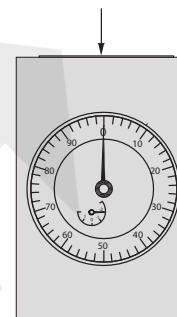

Fig.2
2. Prima dell'uso, è necessario azzerare lo strumento. Premere il piano superiore: l'ago corto indica -2 e l'ago lungo indica lo zero. In caso di leggero scostamento, ruotare la ghiera fino a quando l'ago lungo indica lo zero (fig. 2). È necessario verificare regolarmente che lo zero sia impostato correttamente.